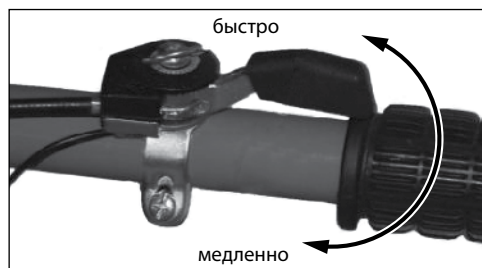

рис. 13
1. Установите регулятор оборотов в положение «БЫСТРО» (рис. 13).
3. Установите регулятор оборотов в крайнее левое положение «МЕДЛЕННО» (рис. 13).
5. Установите обороты двигателя. При перемещении регулятора в крайнее правое положение обороты максимальные, в крайнее левое – минимальные (рис. 13).